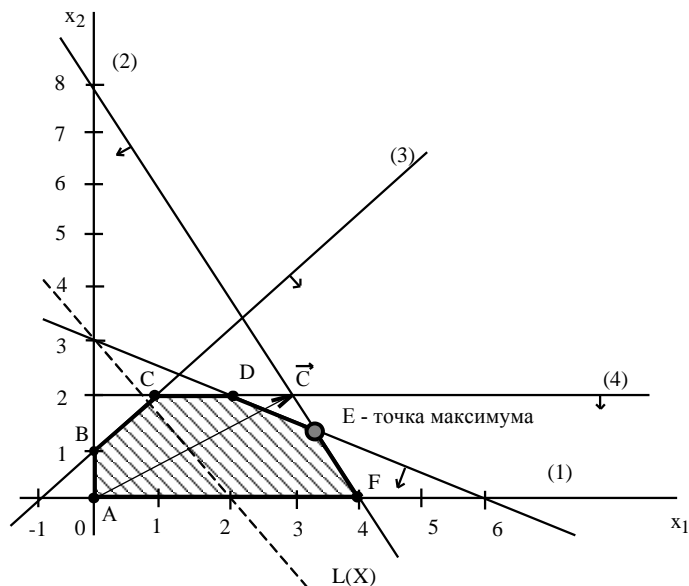

Рис.2.2. Графическое решение задачи №2.01
Построим прямые ограничений, для чего вычислим координаты точек пересечения этих прямых с осями координат (рис.2.2).
Определим ОДР. Например, подставим точку $(0;0)$ в исходное ограничение (3), получим $0 \leq 1$, что является истинным неравенством, поэтому стрелкой (или штрихованием) обозначим полуплоскость, **содержащую** точку $(0;0)$, т.е. расположенную правее и ниже прямой (3). Аналогично определим допустимые полуплоскости для остальных ограничений и укажем их стрелками у соответствующих прямых ограничений (см. рис.2.2). Общей областью, разрешенной всеми ограничениями, т.е. ОДР является многоугольник ABCDEF.